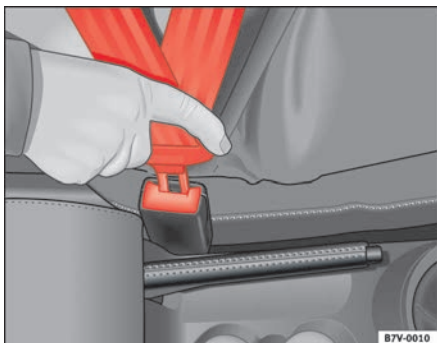

Abb. 10 Gurtschloss und Schlosszunge des Sicherheitsgurtes
- Stecken Sie die Schlosszunge in das zum Sitz gehörende Gurtschloss, bis es hörbar einrastet ⇒ Abb. 10.